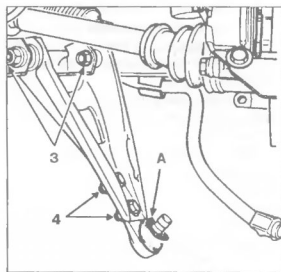

Рис. 6.8
**Внимание!** Обеспечьте наличие пластмассовой защитной шайбы **A** на пальце шаровой опоры (рис. 6.8).